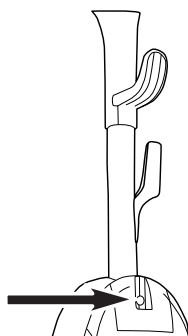

Fig. 1
2. Alinee el orificio pequeño del mango con el orificio pequeño de la aspiradora e inserte el tornillo. Asegúrese de que el tornillo esté bien apretado (Fig. 1).